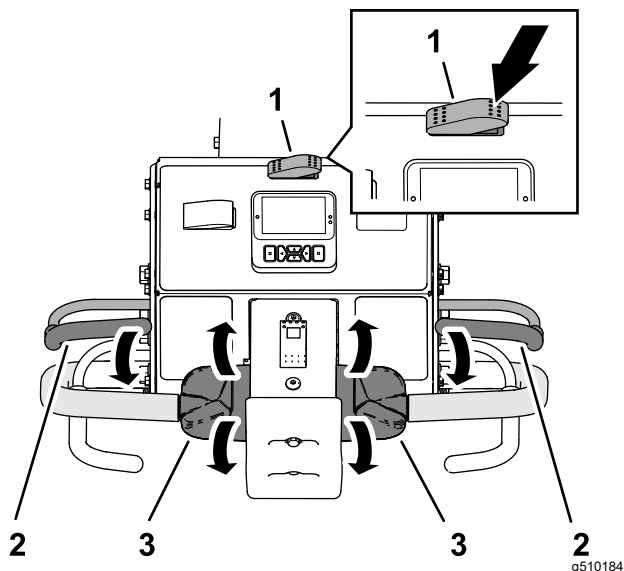

図 80
3. 移動走行・エアレーションスイッチの右側を押してエアレーション位置にする 図 80。
5. 左または右のハンドルバーとオペレータベイルをつかんで図 80 ベイルを握り込む。